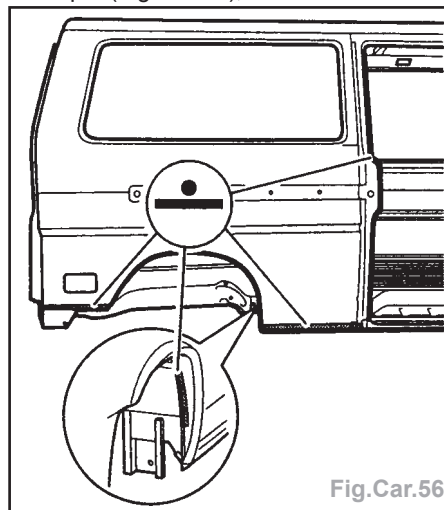

Fig.Car.56
• le panneau latéral à la pointeuse électrique (Fig.Car.56),
- le panneau latéral à la pointeuse électrique (Fig.Car.56),